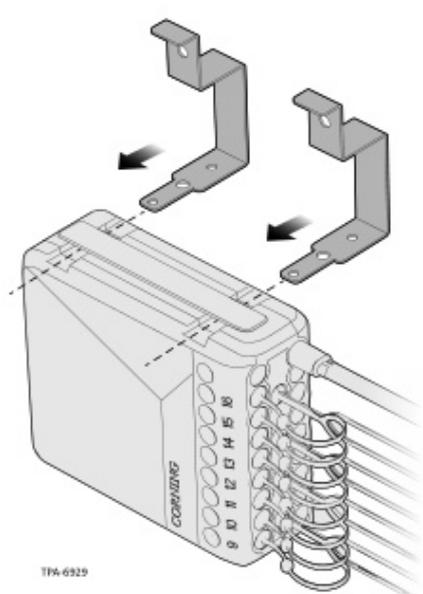

Figure 5
Étape 1 : faire glisser le support dans les encoches du terminal, depuis l'arrière (Figure 5).